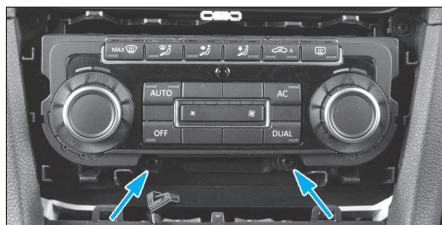

Fig. 9
- les deux vis pour extraire la commande de climatisation puis débrancher ses différents connecteurs (Fig.9),